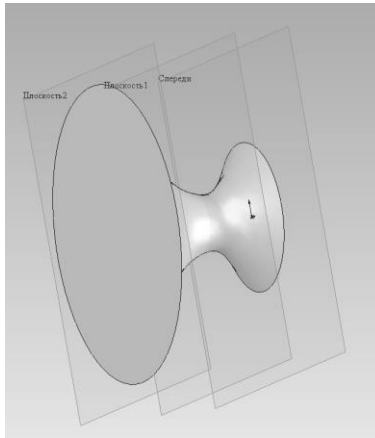

Рисунок 5.5. – Результату побудови елемента по перетинах
- у графічній області вказати ескізи в тій послідовності, яка необхідна для з'єднання. Почати з більшого кола. Якщо ви з'єднали ескізи не в потрібній послідовності, можна скористатися кнопками зі стрілками вгору і вниз. Натиснути «ОК», щоб створити елемент (рис. 5.5).